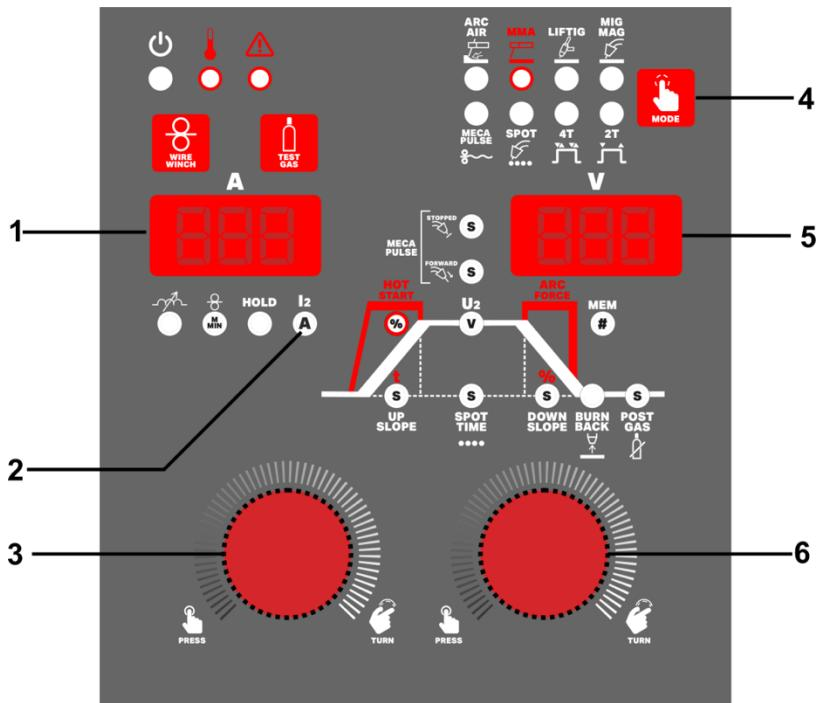

Fig.11
- Selecteer de TIG-lasmodus met 2 keer toortsmodus (wanneer TIG en 2T LED's branden), met 4 keer toortsmodus (wanneer TIG en 4T LED's branden) of met SPOT-modus (wanneer TIG en SPOT LED's branden) op modusselector 4 (Fig.11).
** 4T - Wanneer de trekker van de toorts wordt ingedrukt, begint het gas te stromen totdat de lasser de ontsteking door LIFTIG (zie Fig.11) maakt en de boog tot stand komt. U kunt de trekker losslaten. De stroom stijgt volgens de UPSLOPE-tijd voor de ingestelde waarde van I_2 . Wanneer de trekker van de toorts wordt ingedrukt, neemt de stroom af volgens de ingestelde tijd van DOWNSLOPE, dooft de boog en begint de POST GAS tijd.